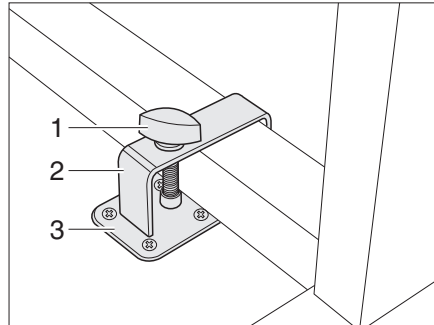
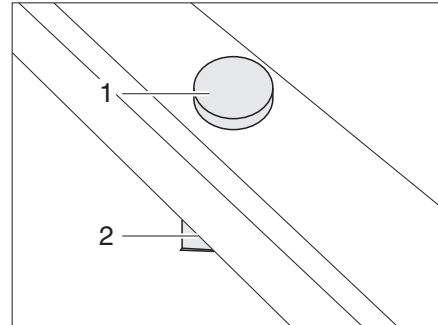

Fig. 75 Bloqueo mesa abatible con estribo
Fig. 76 Bloqueo mesa abatible sin estribo
- Colocar la mesa abatible junto a la sujeción (Fig. 75,3) o sobre la sujeción (Fig. 76,2).
- Colocar el estribo (Fig. 75,2) con el tornillo de sujeción (Fig. 75,1) sobre la pata de la mesa.
- Desplazar el estribo y de ser necesario la mesa abatible de tal manera que el tornillo de sujeción (Fig. 75,1 ó Fig. 76,1) pueda atornillarse en la sujeción (Fig. 75,3 ó Fig. 76,2).